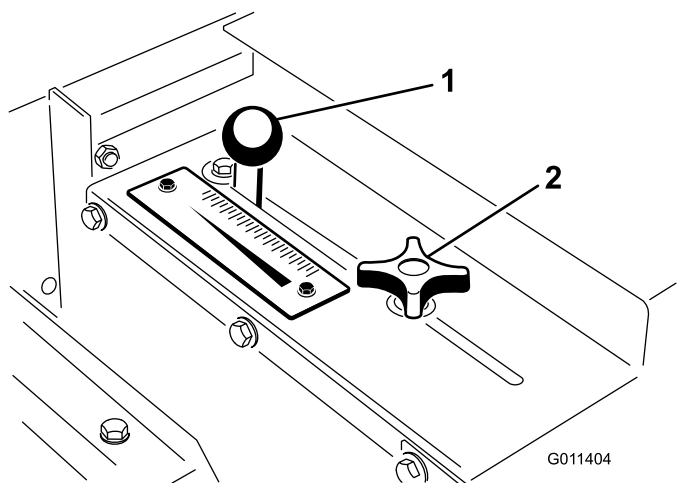

图19
1. 充分旋松锁定旋钮图19以便旋钮可在槽中自由滑动。
2. 将放料门旋钮图19设置到所需位置并拧紧锁定旋钮以固定调整。
用施用率刻度表图19确定所需的流速。请参考“沙子施用率”。